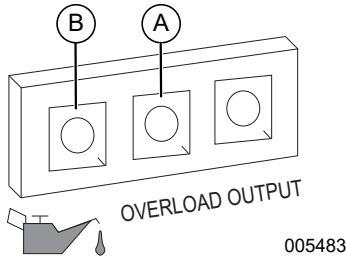

**Figura 3-2. Posiciones de apagado/encendido/cebado**
1. Consulte la **Figura 3-2**. Gire el interruptor de apagado/encendido/cebado a la posición CHOKE (Cebado) (1).
4. Consulte la Figura 3-2. Cuando el motor arranque, gire el interruptor de apagado/encendido/cebado a la posición ON (2). El cebador reduce su funcionamiento a medida que el interruptor de apagado/encendido/cebado se gira hacia la posición ON.
3. Consulte la Figura 3-2. Gire el interruptor de apagado/encendido/cebado a la posición OFF (3).
1. Consulte la Figura 3-2. Gire el interruptor de apagado/encendido/cebado de la posición STOP a la posición ON. De esta manera se abrirá la válvula de combustible y el motor arrancará.